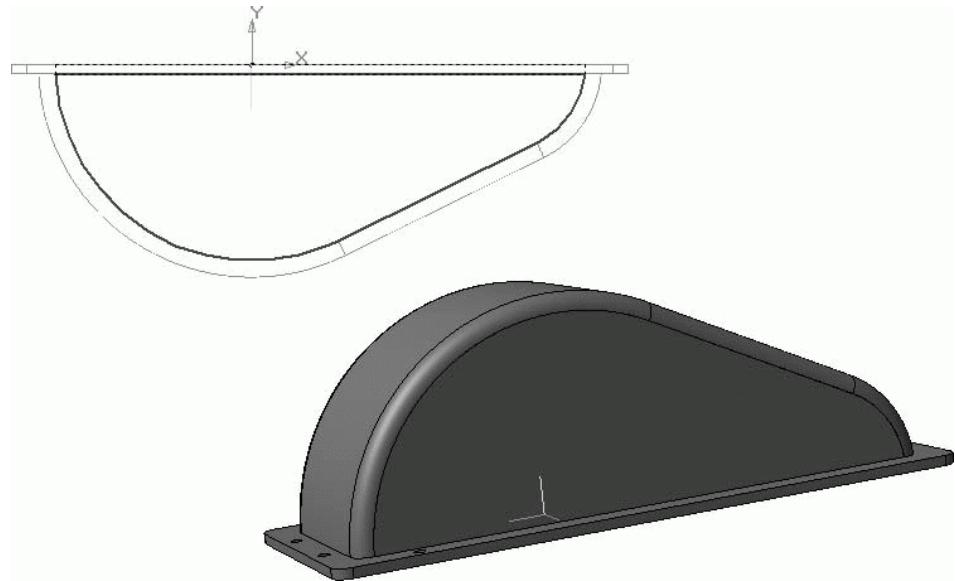

Рис. 3.98. Эскиз боковой стенки и сама стенка, «приклеенная» выдавливанием к модели
6. Создайте боковую стенку крышки при помощи Операции выдавливания. Как и при построении боковой стенки корпуса, выполняя эскиз для выдавливания, пользуйтесь привязками к уже существующей геометрии детали. По сути, изображение в эскизе представляет собой эквидистанту к направляющей, использовавшейся в предыдущей операции. Контур в эскизе должен быть замкнут, то есть края эквидистанты следует соединить отрезком. Сам эскиз должен размещаться в плоскости, которая совпадает с внутренней боковой гранью фланца, размещенной вдоль длинной его стороны. При таком расположении эскиза выдавливание выполняется в противоположном к нормали направлении, а его величина равняется толщине стенки крышки (7,5 мм). Формирование данного трехмерного элемента показано на рис. 3.98.